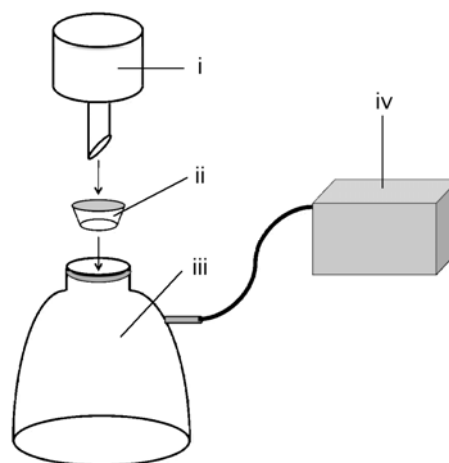

図 1.3 吸引ろ過装置: i, ブフナー漏斗; ii, ゴム製アダプター; iii, 吸引瓶; iv, ダイヤフラム真空ポンプ
(6) 吸引ろ過の装置をセットする(図1.3を見よ)。吸引瓶をダイヤフラム真空ポンプにつなぐ。ゴム製アダプターを用いて、吸引瓶にブフナー漏斗が密着するようにのせる。ブフナー漏斗にガラス繊維ろ紙を置く。
(7) 10 mLのプラスチックのメスシリンダーを用いて反応混合物に5 mLの水を加える。1 gのピロ亜硫酸ナトリウム $\text{Na}_2\text{S}_2\text{O}_5$ を加え、試験管の中身を攪拌子ごと200 mLのコニカルビーカーに移す。試験管は30 mLの水で洗い、全てをコニカルビーカーに入れる。この200 mLのコニカルビーカーをマグネチックスターラーの上に置き、溶液を攪拌する。水相のpHが7を越えるまで(pHはpH試験紙でチェックする)、2 mLの駒込ピペットで飽和炭酸水素ナトリウム水溶液を少しずつ加える。生成する沈殿は、ダイヤフラム真空ポンプを使